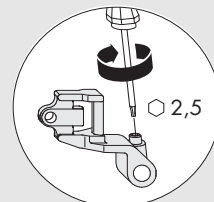

Bild 2
- B** Lagerbolzen (8/14) unbedingt mit Gewindestift im Winkelbandlager (10/16) sichern (Drehmoment  $2,5 \pm 0,25$  Nm) (siehe Bild 2).